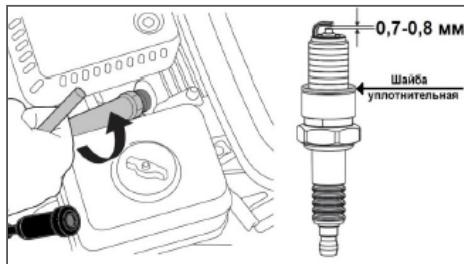

Рис. 23 Обслуживание свечи зажигания
1. Снимите со свечи зажигания колпачок высоковольтного провода и удалите грязь вокруг свечи зажигания (Рис. 23).
- Измерьте зазор между электродами свечи зажигания специальным щупом. Зазор должен быть 0,7-0,8 мм (Рис. 23). При увеличении, или уменьшении требуемого зазора, рекомендуется заменить свечу, так как регулировка зазора может привести к изменению качества искрообразования.